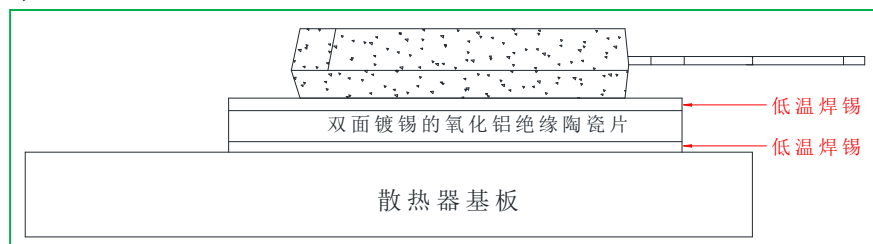
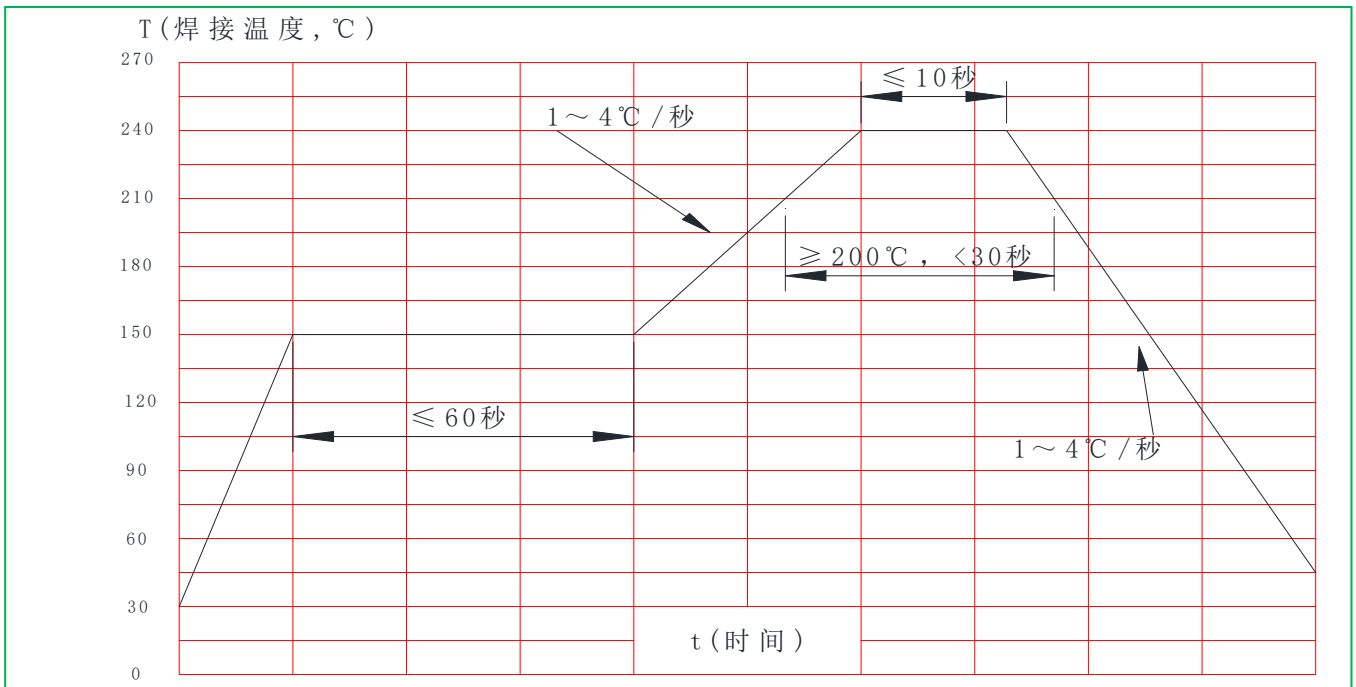

图19 基板、绝缘片、器件三者焊接
图20 回流焊温度分布示例图
II. 散热器选用可焊接的基板材料(如铜)，也可采用 $0.5\sim 1.0\text{mm}$ 厚镀锡的氧化铝( $\text{Al}_2\text{O}_3$ )绝缘陶瓷片，将基板、绝缘片、器件三者焊接在一起，如下图19所示。对应焊接条件见图20。
4.4 回流焊温度分布示例图，如图20所示。